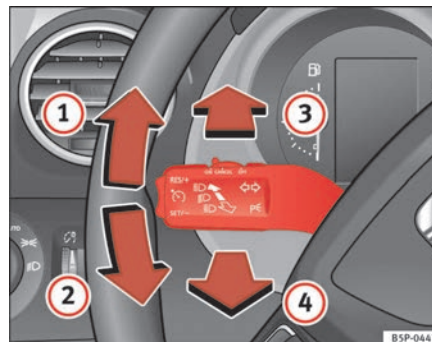

Abb. 77 Blinker- und Fernlichthebel
- Drücken Sie den Hebel nach vorne ⇒ Seite 122, Abb. 77 , um das Fernlicht einzuschalten.